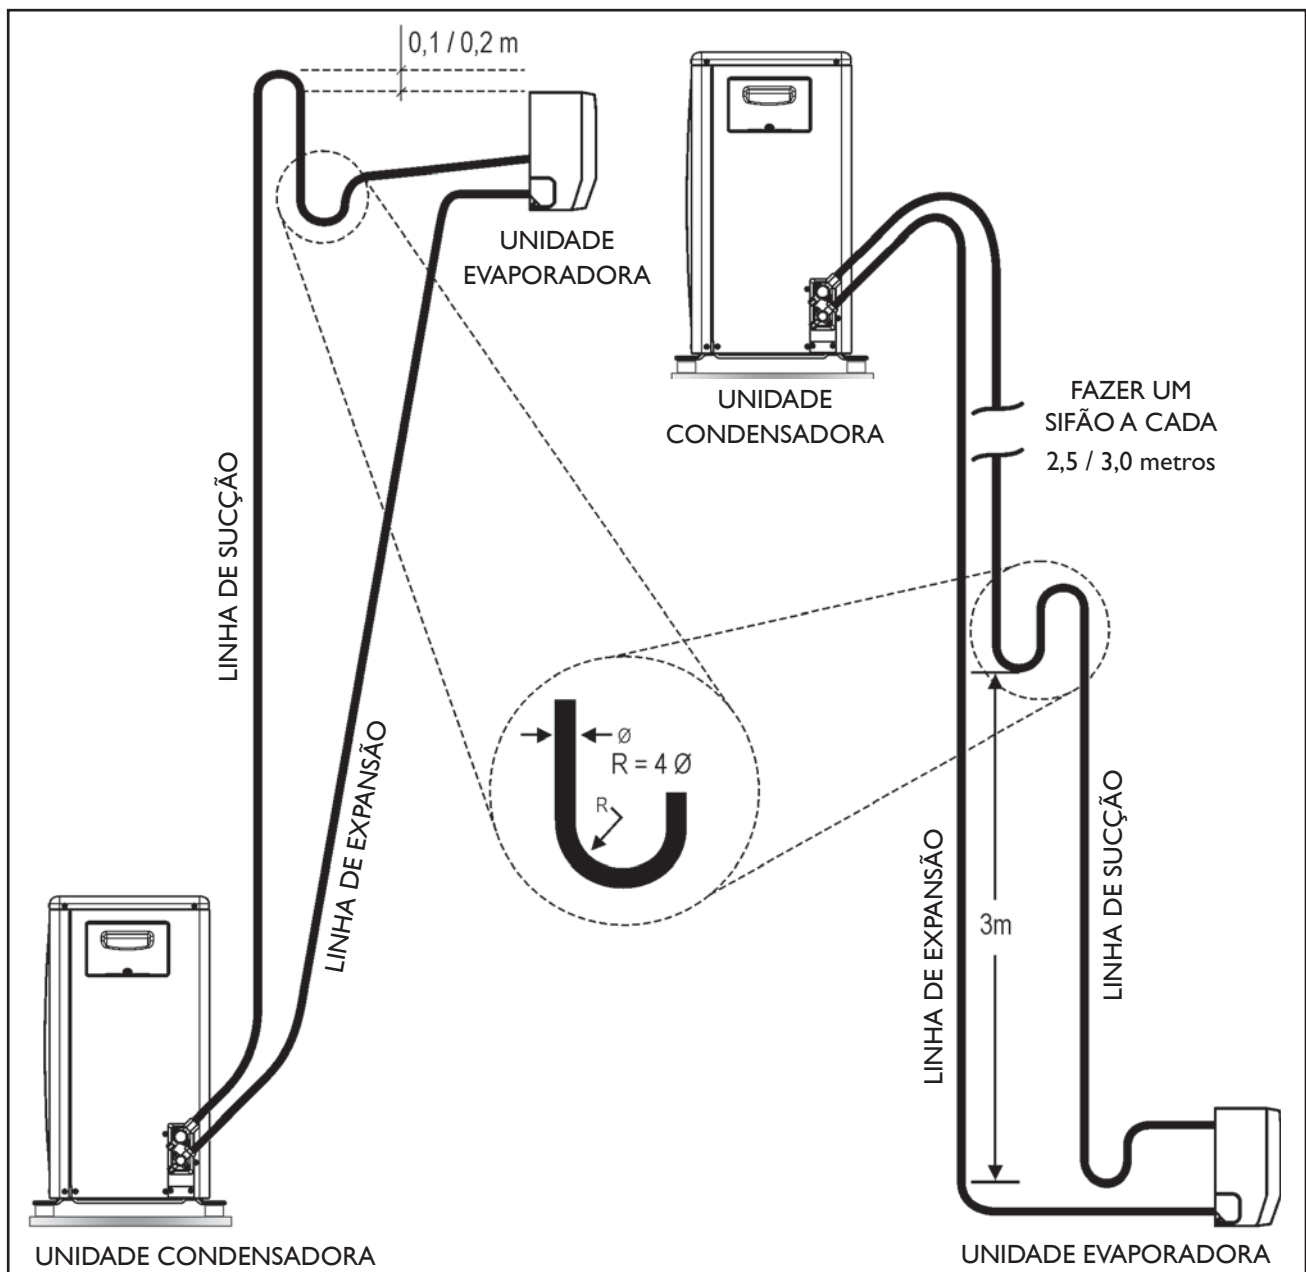

FIGURA 15 - SIFÃO NA LINHA DE SUCCÃO
- 4° Inclinare as linhas horizontais de sucção no sentido do fluxo. (Figura 15)
- No caso de haver desnível entre 4 m e 5 m entre as unidades e estando a evaporadora em nível inferior, deve ser instalado na tubulação de sucção um sifão para cada 2,5 m ou 3 m de desnível (ver figura 15).
Convém também informar que deverá haver uma pequena inclinação na tubulação de sucção no sentido evaporadora-condensadora (ver Figura 15).